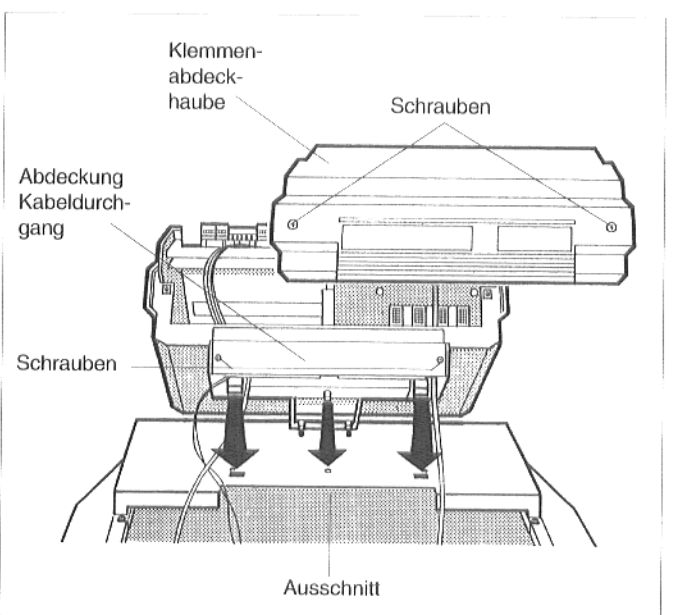

Abb. 9: Regelgerät öffnen und aufsetzen
- Die beiden Schrauben der Klemmenabdeckhaube des Regelgeräts herausdrehen. Klemmenabdeckhaube abnehmen (Abb. 9).
- Die beiden Schrauben der Abdeckung des Kabeldurchgangs herausdrehen. Abdeckung abnehmen (Abb. 9).
- Regelgerät auf die vordere Kesselhaube so aufsetzen, daß die Einschiebehaken auf der Unterseite des Regelgeräts vorne in die ovalen Bohrungen eingeführt werden (Abb. 9).
Kapillarrohre der Temperaturfühler und, bei "Ecomatic"-Regelung, die Kesselwassertemperaturfühlerleitung dabei in den Ausschnitt in der vorderen Kesselhaube legen (Abb. 9).
- Regelgerät nach vorne ziehen und dabei herunterdrücken, bis die beiden elastischen Haken in den hinteren Bohrungen einrasten (Abb. 9).